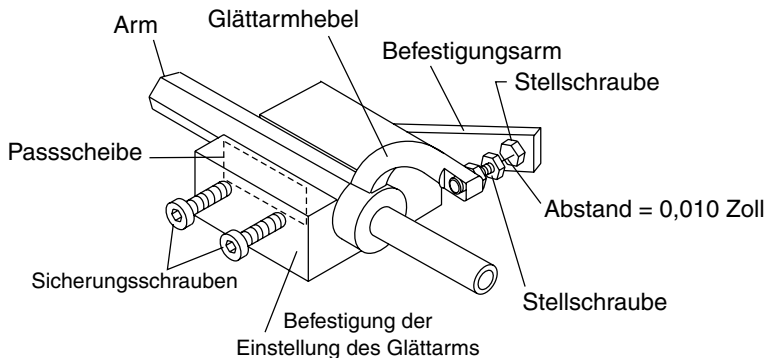

Abbildung 39. Befestigungselemente für die Einstellung des Glättarms
3. In Abbildung 39 ist die Einstellbefestigung mit einem eingeführten Glättarm dargestellt. Da jeder Glättarm in der Befestigung gesichert ist, wird die Armschraube dort eingestellt, wo sie einen Anschlag an der Befestigung berührt. So werden alle Glättarme konsequent eingestellt. Der Finisher wird so flach und gleichmäßig wie möglich gehalten.
4. Lösen Sie die Befestigungsschrauben auf dem Einstellwerkzeug und positionieren Sie den Glättarm im Befestigungskanal wie auf Abbildung Abbildung 39. Es kann
6. Stellen Sie den „Schraubenabstand“ wie in Abbildung 39 für einen der Arme ein. Die anderen Arme werden so ausgerichtet, dass sie diesem Abstand entsprechen.